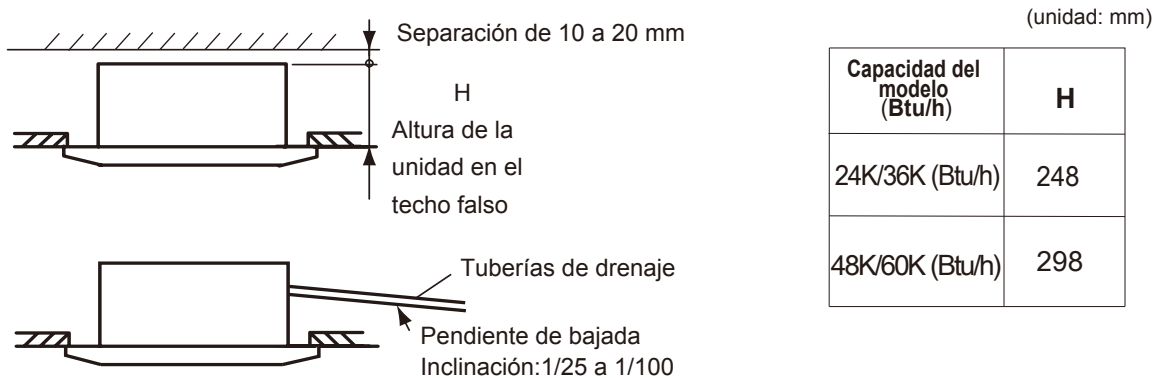

Fig. 3.2 Lugar de instalación de la unidad interna
- Seleccione el lugar de instalación como se muestra en la Imagen 3.2: